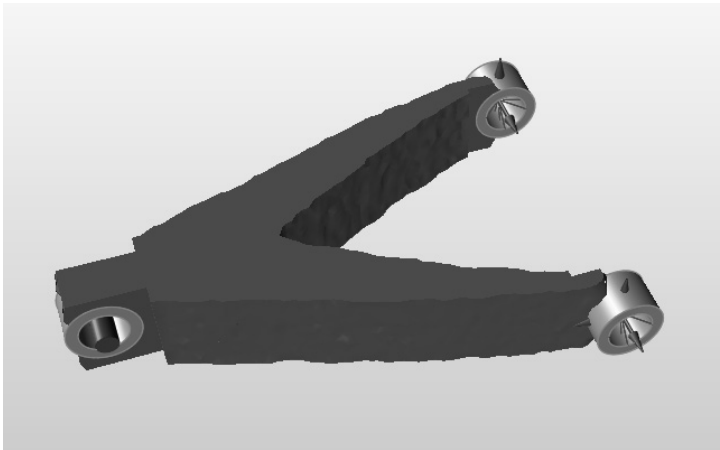

图 5-42
9) 重复上述流程，在 Load Case Z 下运行优化，如图 5-42 所示。